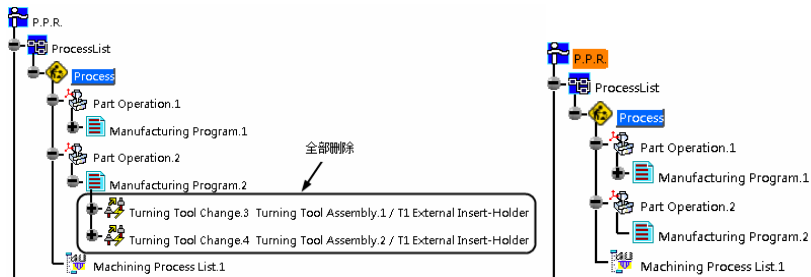

图 7-42 删除节点项目（1）
2) 删除节点项目（1）。展开“Part Operation.2”节点，将“Manufacturing Program.2”节点下的项目全部删除，如图 7-42 所示。